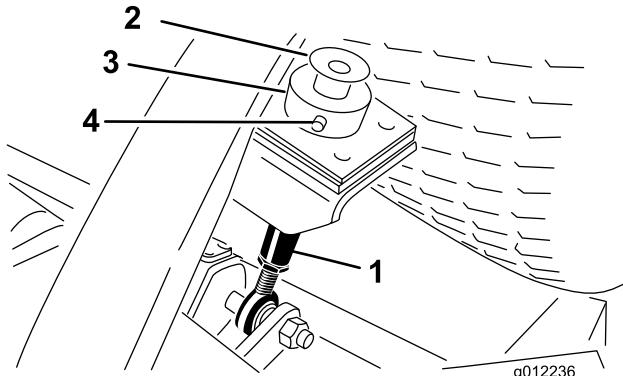

Bild 23
3. Nehmen Sie den Lastösenbolzen und den Splint ab, mit denen der Schnithöhenstellring hinten am Mähwerk an der Schnithöhenstange befestigt ist (Bild 23). Nehmen Sie den Schnithöhenstellring ab.